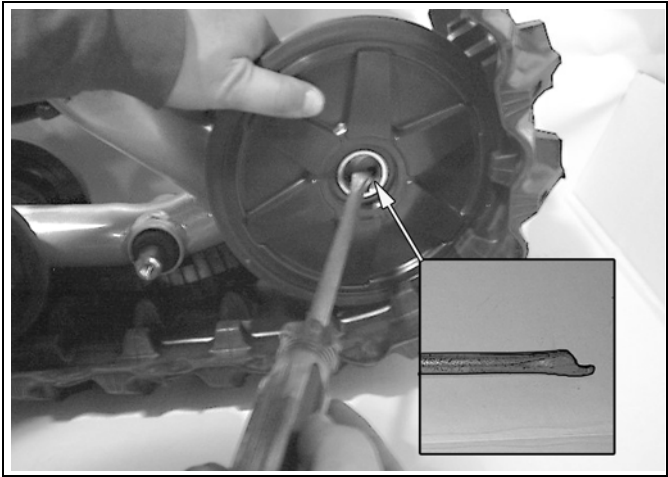

Abbildung 17
- Wenn Sie an hinteren Raupenketten-Systemen arbeiten, montieren Sie wieder die 132-mm Laufrollen (5 Zoll) (siehe Abbildung 17).